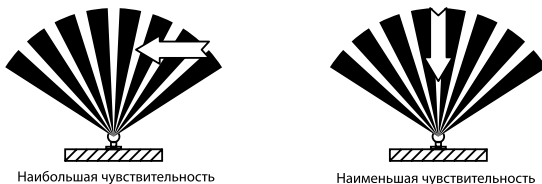

Рисунок 4. Зависимость чувствительности датчика от направления движения объекта
(рисунок 4).
- Движение объекта параллельно или под углом (не перпендикулярно) к лучам зоны обнаружения (рисунок 4);